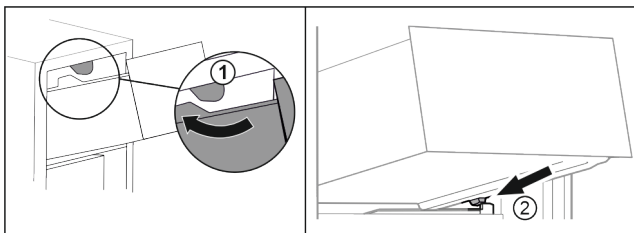

Fig. 112
- Vendoseni sirtarin mbi ndaluesit e sipërm. Fig. 112 (1)
- Vendosni sirtarin pjerrtas prapa ndaluesve të sipërm mbi brinjën e kutisë. Fig. 112 (2)